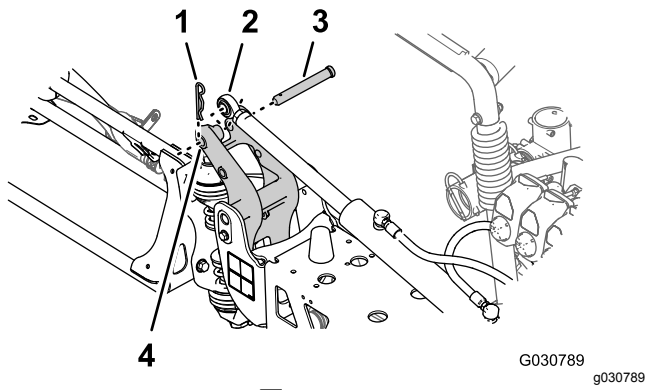

図 101
6. 昇降シリンダのロッドの先端を、ピボットフィッティングのホーンツノの穴25mmに合わせる 図 101。
7. 昇降シリンダをピボットフィッティングに固定するクレビスピンとヘアピン 図 101 ステップ 3 昇降シリンダを取り外す (ページ 26) で外したものを使用する。